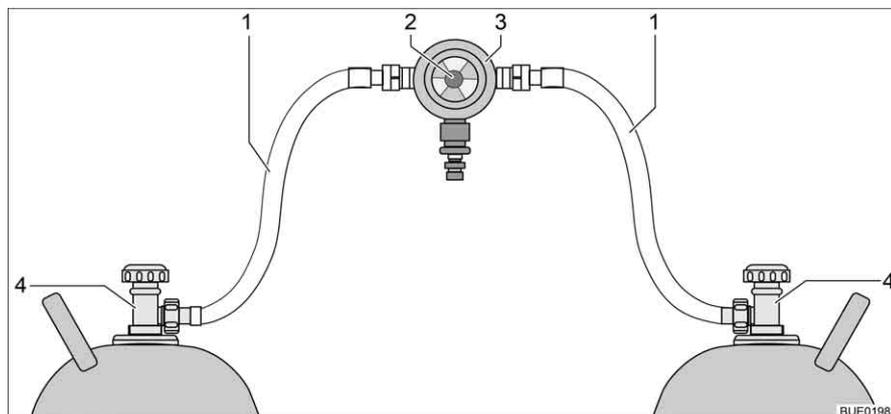
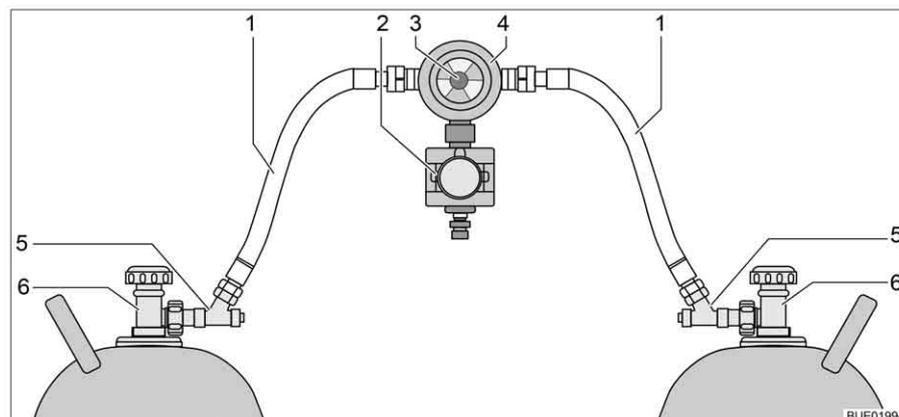

Fig. 154 Impianto di commutazione per bombole del gas
Fig. 155 Impianto di commutazione per bombole del gas con CPU
L'impianto di commutazione per bombole del gas è formato da un regolatore di pressione del gas combinato con valvola di commutazione e indicazione (Fig. 154,3). L'impianto di commutazione per bombole del gas è montato tra i due tubi del gas (Fig. 154,1).
L'impianto di commutazione per bombole del gas è formato da un regolatore di pressione del gas combinato con valvola di commutazione e indicazione (Fig. 155,4) e una elettrovalvola (Fig. 155,2). In caso di frenata brusca, incidente o inclinazione straordinaria, l'elettrovalvola blocca l'alimentazione del gas al veicolo. L'impianto di commutazione per bombole del gas è montato tra i due tubi del gas (Fig. 155,1) con dispositivi antirottura del tubo flessibile (Fig. 155,5).
riempimento della bombola in uso. Se l'indicatore è verde, il rifornimento di gas viene fatto dalla bombola in uso. Quando l'indicatore è rosso, la bombola in uso è vuota. Il rifornimento di gas avviene poi tramite la bombola di riserva. Con la manopola (Fig. 154,2 e rispettivamente Fig. 155,3) sull'impianto di commutazione per bombole del gas è possibile stabilire quale delle bombole del gas viene utilizzata come bombola in uso e quale come bombola di riserva.
Sulla centralina di controllo (Fig. 156) possono venire azionate solo le funzioni elettriche. Le valvole principali di arresto delle bombole del gas (Fig. 154,4 e rispettivamente Fig. 155,6) devono essere aperte manualmente.
- Aprire le valvole principali di arresto delle bombole del gas (Fig. 154,4 o Fig. 155,6).
- Premere i dispositivi antirottura del tubo flessibile (Fig. 155,5) uno dopo l'altro per 10 secondi.
- Con la manopola (Fig. 154,2 e rispettivamente Fig. 155,3) sull'impianto di commutazione selezionare la bombola del gas, da cui deve provenire la principale alimentazione del gas (bombola in uso). Girare la manopola fino all'arresto.
- Chiudere le valvole principali di arresto delle bombole del gas (Fig. 154,4 o Fig. 155,6).